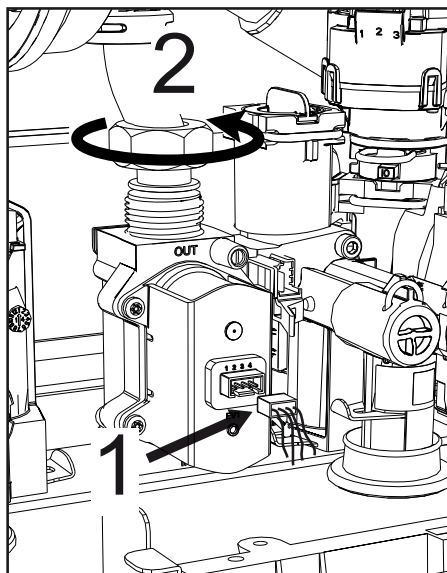

fig. 44
- Desconecte los conectores eléctricos "1" (fig. 44).
- Desconecte el tubo de entrada de gas "2" (fig. 44)